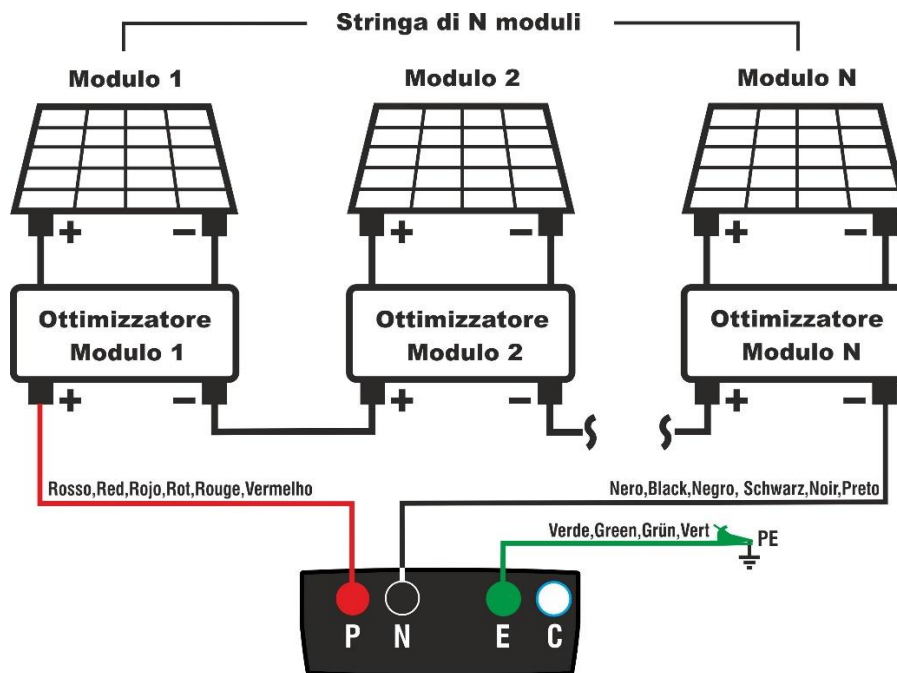

Fig. 10: Collegamento dello strumento per misura di isolamento con ottimizzatori
5. Collegare lo strumento all’uscita della serie di ottimizzatori associati alla stringa in prova come mostrato in Fig. 10. In particolare, collegare il polo Positivo in uscita dal **primo ottimizzatore** al terminale P, il polo Negativo in uscita **dall’ultimo ottimizzatore** al terminale N e il terminale E al nodo principale di terra dell’impianto
4. Collegare lo strumento all’uscita della serie di ottimizzatori associati alla stringa in prova come mostrato in Fig. 10. In particolare, collegare il polo Positivo in uscita dal **primo ottimizzatore** al terminale P, il polo Negativo in uscita **dall’ultimo ottimizzatore** al terminale N e il terminale E al nodo principale di terra dell’impianto